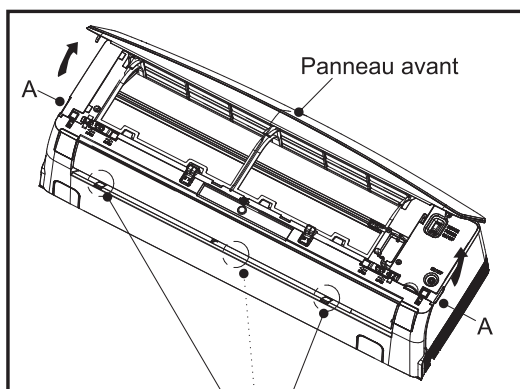

Fig. 9
- 2) Dans la position A, ouvrez le panneau avant comme illustré sur la Fig. 9.